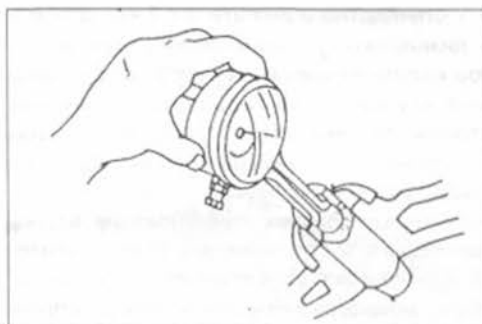

Рис. 44. Измерение отверстия направляющей втулки клапана с помощью внутреннего индикатора часового типа.
- С помощью индикатора часового типа замерять внутренний диаметр направляющий втулок, как это показано на рис. 44. Полученные размеры должны находиться в пределах величин, приведенных в таблицах параметров и габаритных размеров. При этом нужно принимать во внимание разницу между отдельными двигателями.